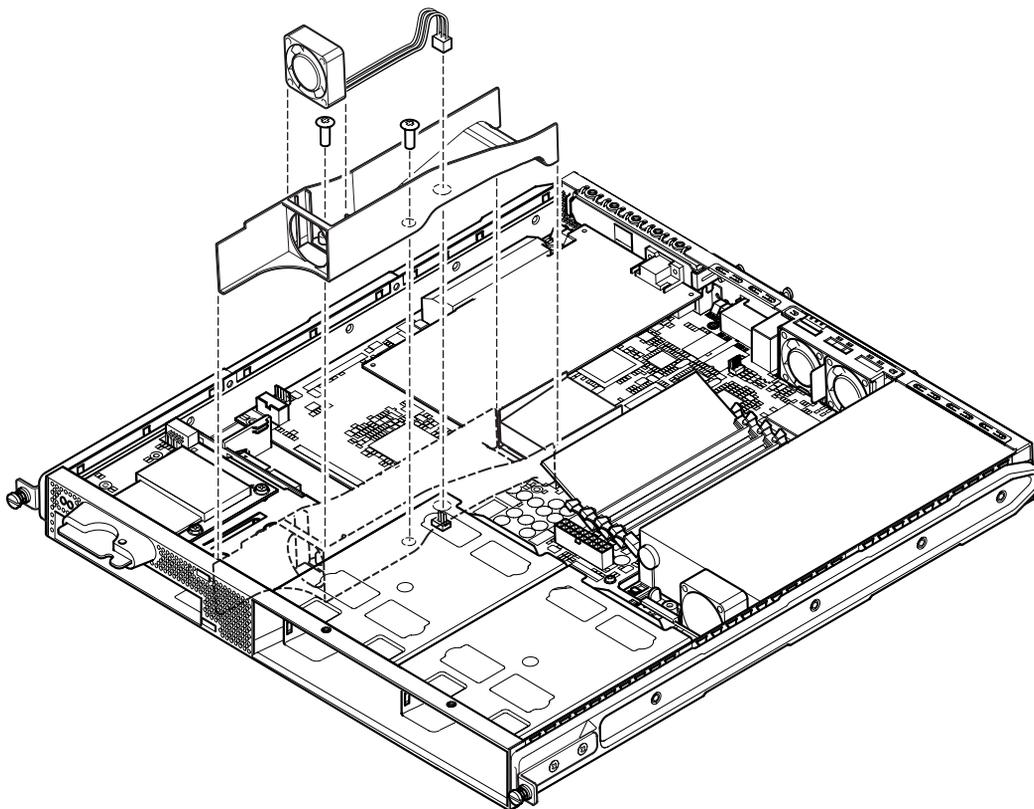

FIGURE 11-8 Mise en place du ventilateur 3
10. Remettez en place le ventilateur 3 en revissant le conduit sur le châssis et en branchant le câble d'alimentation du ventilateur au connecteur de la nouvelle carte système (voir la FIGURE 11-8).